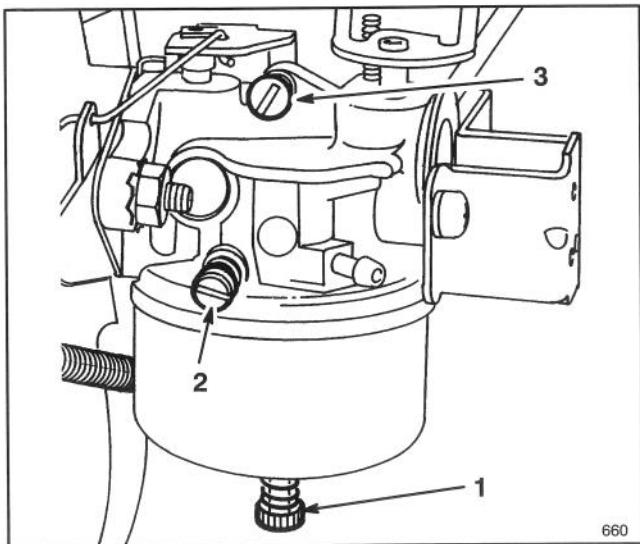

Figure 30
2. Vis de réglage de la puissance (Fig. 30) – Fermez la vis en la vissant délicatement à droite jusqu'à ce que vous sentiez une légère résistance quand le pointeau touchera son siège. Ramenez alors la vis d'un tour complet de 360° en tournant à gauche.
3. Vis de réglage du mélange de ralenti (Fig. 30) – Fermez la vis en la tournant délicatement à droite jusqu'à ce que vous sentiez une légère résistance quand le pointeau touchera son siège. Ramenez alors la vis de 1-1/2 tour complet en tournant à gauche.
5. Serrez la vis de réglage de puissance (Fig. 30) en tournant à droite de 1/8 tour à la fois, jusqu'à ce que le moteur ait des ratés à cause de la pauvreté du mélange d'essence. Tournez alors la vis à gauche de 1/8 tour à la fois jusqu'à ce que le moteur tourne de façon irrégulière par suite de mélange d'essence trop riche. Ramenez alors la vis à mi chemin entre les deux points de mélange trop riche et de mélange trop pauvre pour que le moteur tourne en douceur.
6. Ramenez la commande des gaz à la vitesse de ralenti. Serrez alors la vis de réglage de vitesse de ralenti (Fig. 30) jusqu'à ce que le moteur tourne au ralenti accéléré, soit environ 1750 tours/minute.
7. Serrez la vis de réglage du mélange de ralenti (Fig. 30) en tournant à droite de 1/8 tour à la fois jusqu'à ce que le moteur ait des ratés à cause de la pauvreté du mélange d'essence. Desserrez alors la vis en tournant à gauche 1/8 tour à la fois jusqu'à ce que le moteur commence à marcher de façon irrégulière à cause du mélange d'essence trop riche. Ramenez alors la vis de mélange de ralenti à mi chemin entre les deux points de mélange trop riche et de mélange trop pauvre.
8. Ramenez alors le réglage de la vitesse de ralenti (Fig. 30) jusqu'à ce que le moteur tourne au ralenti à 1750 tours/minute.